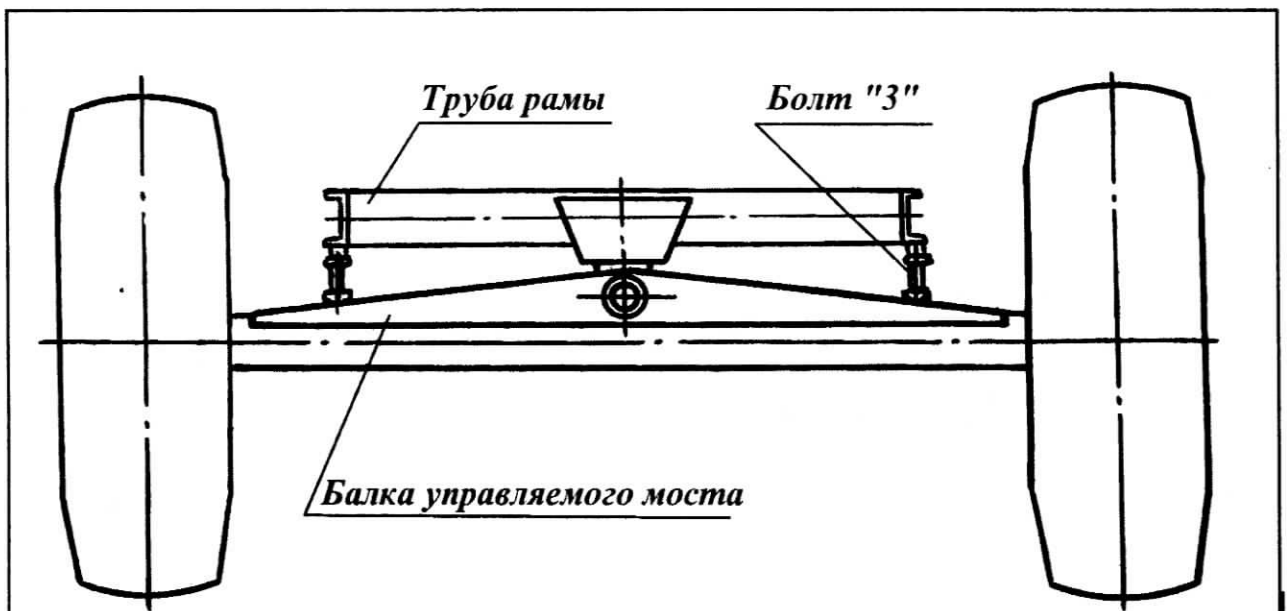

Рис.125 - Схема фиксации поперечной устойчивости комбайна при транспортировке по железной дороге.
-с целью фиксации поперечной устойчивости выверните из рамы два болта 3 (рис.125) до упора в балку;